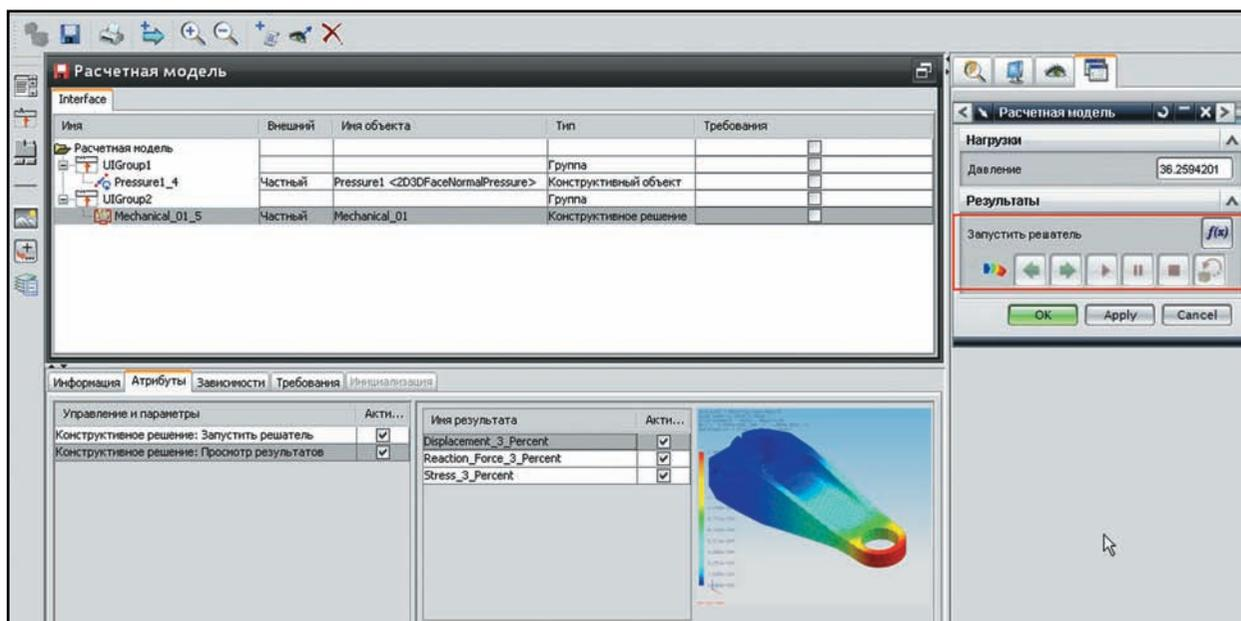

Рисунок 10.40 Назначение шаблонов постпроцессинга
- Выделив в левом верхнем окне вставленный объект, перейдите на вкладку **Атрибуты** левого нижнего окна и, выбрав **Конструктивное решение: Просмотр результатов**, активируйте три файла настроек постпроцессинга результатов расчета (рис. 10.40). Эти файлы были взяты из той папки, которую мы изначально прописали в настройках. Обратите внимание, что они были созданы на основе расчета и постпроцессинга другой модели, но тем не менее вы можете их использовать для данной модели. Если вы не видите этих файлов настроек в PTS или в NX7.5 при работе с шаблоном, проверьте, нет ли пробелов в пути к папке, где лежат файлы с шаблонами.